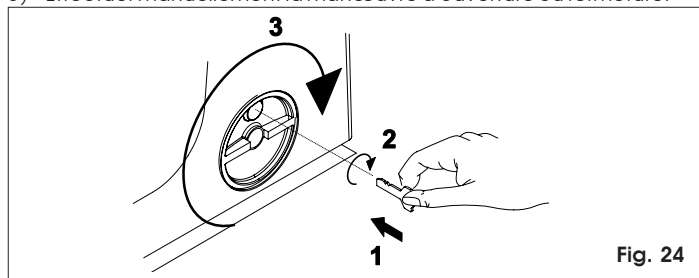

Fig. 24
- 1) Introduire la clé spécifique fournie dans la serrure et la tourner dans le sens des aiguilles d'une montre d'après la Fig.24.
- 2) Tourner le système de déverrouillage dans le sens des aiguilles d'une montre d'environ 180°, d'après la Fig.24.